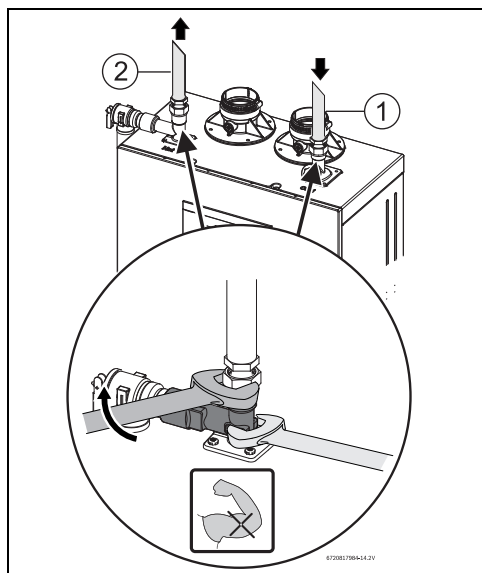

Fig. 28
- Serrer tous les raccords d'eau avec le support d'une clé plate, voir fig. 28.